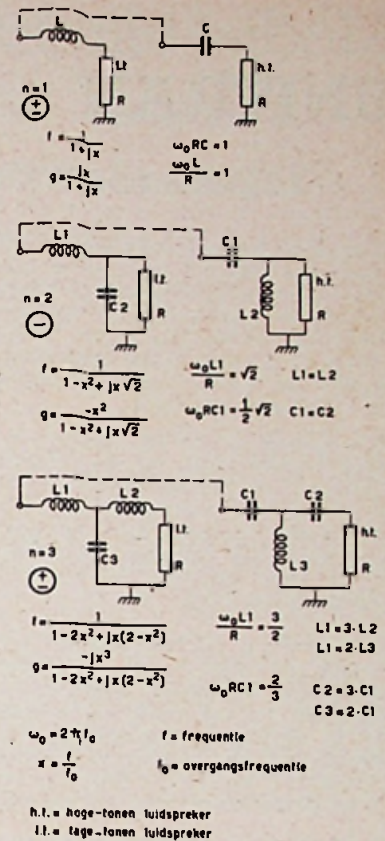

Fig. 1 PARALLELFILTERS
In het voorgaande artikel is aangegeven hoe men een filter van bepaalde orde kan berekenen. De beide filterhelften (laagdoorlatend en hoogdoorlatend) hebben min of meer overeenkomstige karakteristieken (zie fig. 4a uit 2e deel). Deze stellen voor de absolute waarde van de transmissiefuncties f en g , die elk de verhouding van uit- en ingangsspanning voor elke filterhelft in complete vorm geven. Uit de gewenste low-pass frequentiekarakteristiek kan men voor elke n (n is ook het aantal spoelen en condensatoren van een filterhelft tezamen) de functie f en daarna g bepalen. In fig. 1 zijn deze met de filters getabelleerd. Uit de bijgedrukte formules kan men voor elke overgangsfrequentie en elke luidsprekerweerstand de filterelementen bepalen. Dit (ten gerieve van hen, die de moed of de vaardigheid missen om in de berekeningen onder te duiken. Bij filters van oneven n doet de wijze van aansluiten van de luidspreker niet ter zake. Is n echter even, dan is slechts één bepaalde manier de juiste. Sluit men de luidsprekers zó aan, dat wanneer het gehele filter weggeleten wordt en dus de luidsprekers parallel op de versterker staan, de geluiden elkaar **versterken**, dan is de geluidsdruk met filter bepaald door $f + g$; wordt één der luidsprekers omgekeerd in fase, dan is $f - g$ een maat voor de geluidsdruk. Men noemt deze resp. som- en verschilresponsie. Voor even is één van beide nul voor de overgangsfrequentie
4. Deze filters zijn dus volkomen equivalent met de filters uit fig. 1. Als men eenmaal de orde n van het gewenste filter bepaald heeft, blijft er nog de keus tussen het parallel- en het seriefilter. Men kiese dan met voorkeur dat filter, dat aan condensatoren het minste kost, d.w.z. waarvan de totale capaciteit het kleinste is. In het geval dat deze overweging niet opgaat, doet men het beste door het parallel-filter (fig.1) te kiezen. Daarmee is immers een gemakkelijke controle op de werking mogelijk (zie boven).